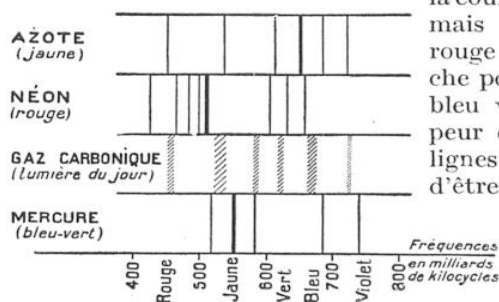
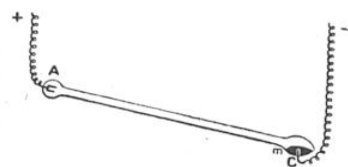

FIG. 7. — LUMIÈRES SIMPLES ÉMISES PAR QUELQUES GAZ DANS LES TUBES LUMINESCENTS
FIG. 9. - L'ARC AU MERCURE
Si, au lieu d'air, on emploie d'autres gaz, la couleur n'est plus violette, mais jaune pour l'azote, rouge pour le néon, blanche pour le gaz carbonique, bleu verdâtre pour la vapeur de mercure, etc., les lignes ou raies, dont il vient d'être question, ne sont pas les mêmes dans les différents cas, comme l'indique notre figure 7.
L'arc à vapeur de mercure est intermédiaire entre les tubes luminescents et les arcs proprement dits : il nécessite l'emploi de gaines de verre comme les premiers et il fonctionne sous basse tension comme les seconds. Un tube de verre (fig. 9), long d'un mètre et de 3 centimètres de diamètre, vide d'air et incliné sur l'horizontale, comporte deux électrodes de fer *A C* et une goutte de mercure *m* ; l'anode *A* est réunie au pôle positif, la cathode *C*, au pôle négatif. On fait basculer le tube dans une position horizontale, pour que le filet de mercure court-circuite les électrodes et se vaporise, puis on replace le tube dans sa position primitive. Il passe alors un courant de quelques ampères, la température moyenne est de l'ordre de 150°C et le tube produit une lumière bleu verdâtre, fort désagréable, qui tient à l'émission particulière de la vapeur de mercure (fig. 7) : cette lumière ne contenant pas de rouge, la peau paraît verte et les lèvres, noires. On utilise aussi des tubes de quartz, mais il faut les entourer d'un globe de verre, car les radiations ultraviolettes, produites en abondance, sont extrêmement dangereuses pour la vue. En quartz comme en verre, les tubes luminescents à vapeur de mercure trouvent une large application dans l'éclairage des studios cinématographiques (1).
(1) Rappelons que l'arc au mercure a deux autres sortes d'application : a) les radiations qu'il émet (à travers un tube de quartz) sont utilisées pour la stérilisation des eaux ; b) il sert aussi de principe à des convertisseurs, c'est-à-dire à des redresseurs de courant alternatif, puisque le courant ne peut passer dans le sens mercure-fer ; on en a construit de plusieurs centaines de kilowatts, pour les sous-stations de tramways, qui reçoivent de l'alternatif (de transport plus économique) et qui doivent restituer du continu (plus commode pour la traction).